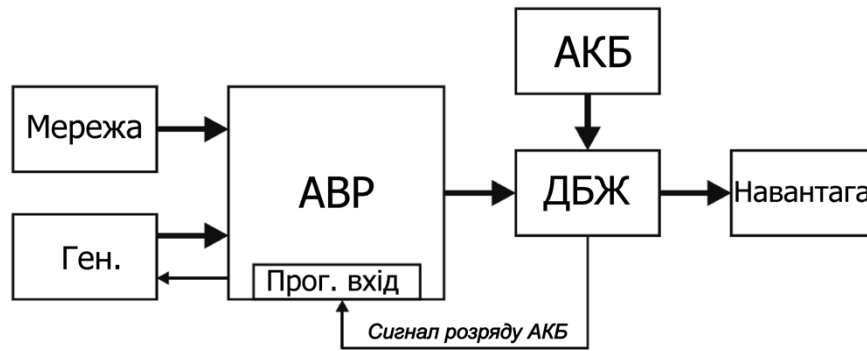
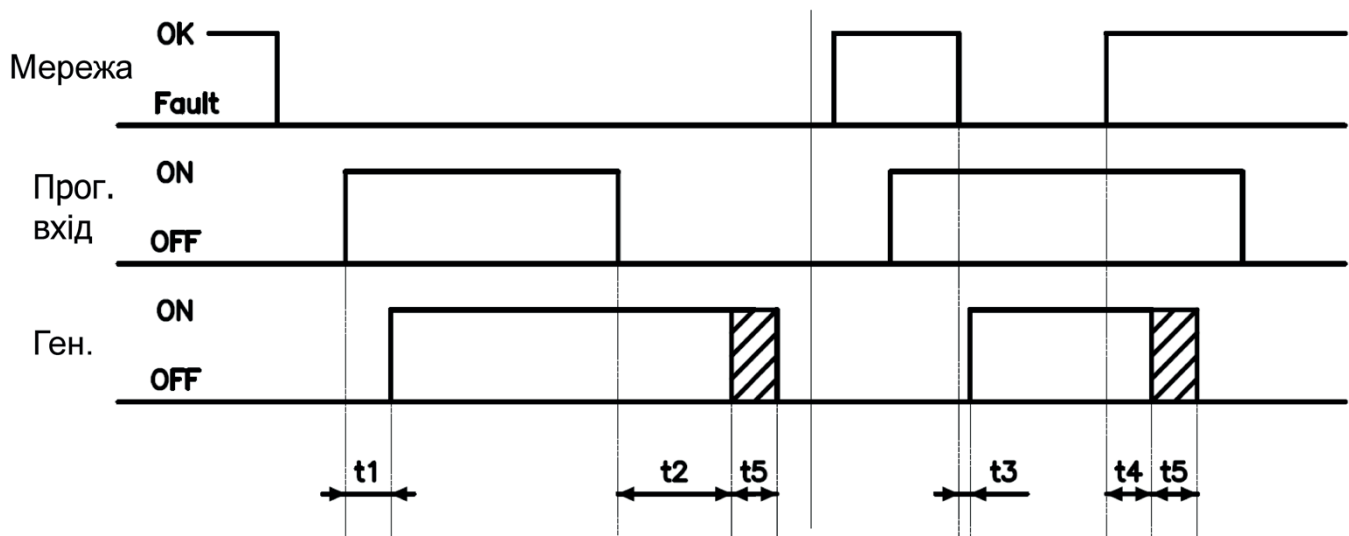

Рис. 5.10 – Блок-схема спільної роботи АВР та ДБЖ
Рис. 5.11 – Діаграма роботи при виборі функції «Дозвіл запуску»
5.7.5.1 Функція програмованого входу «Дозвіл запуску» дозволяє роботу генератора в режимі «Авто» у разі виникнення умов для його запуску (п. 5.7.2.1). Функція «Дозвіл запуску» може бути необхідна при спільній роботі контролера з джерелом безперебійного живлення (ДБЖ), який за сигналом розряду своєї АКБ може дозволяти запуск генераторної установки. Приклад спільної роботи АВР та ДБЖ (рис. 5.10, рис. 5.11).
- тип контакту управління – нормально розімкнений (NO), тобто активний стан – замкнутий контакт (P261, табл. 5.10);
- затримка на активацію функції t_1 (рис. 5.11) визначатиметься параметрами P262 та P263 (табл. 5.10);
- затримка на деактивацію функції t_2 (рис. 5.11) визначатиметься параметрами P264 та P265 (табл. 5.10).